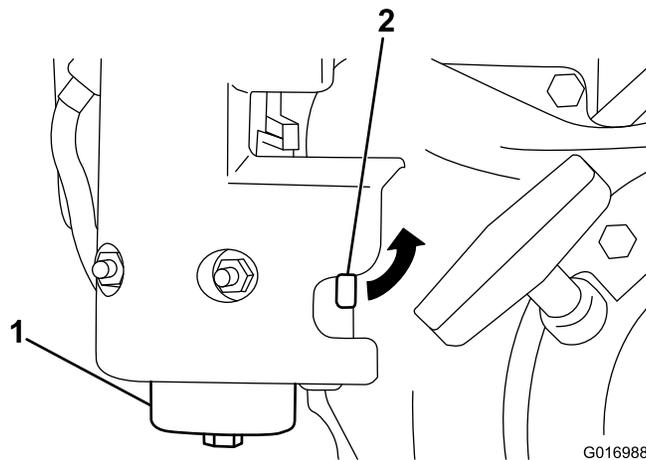

図 32
1. 燃料バルブを閉じて、フィルタのボディーからボウルを外す (図 32)。